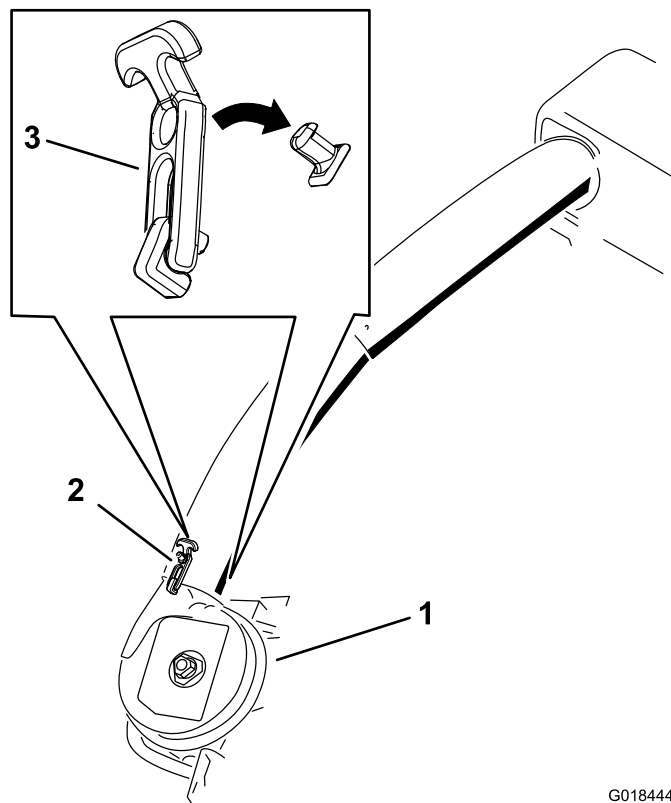

Figura 29
6. Utilizzate entrambi i dispositivi di chiusura per fissare il tubo inferiore sul gruppo soffiatore (Figura 29).
21. Utilizzate entrambi i dispositivi di chiusura per fissare il tubo inferiore sul gruppo soffiatore (Figura 29).